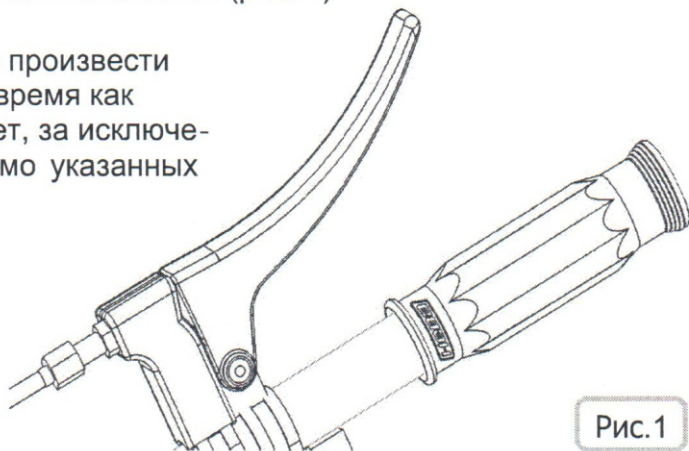

Рис. 1
4. Перед запуском двигателя рукоятка рычага включения/отключения сцепления клиноременной передачи должна находиться в верхнем положении (рис. 1)
2. Настоящая уборочная машина оборудована защитным устройством – рычагом включения/отключения сцепления (рис.1) клиноременной передачи. Никогда не оставляйте его без внимания во избежание травм.
8. После завершения работы выводите из зацепления рычаг включения/отключения сцепления клиноременной передачи (верхнее положение) рис. 1.
12. Если наблюдаете сильные вибрации машины отключите щетку (см. рис.1), выключите двигатель и проверьте на предмет повреждений.